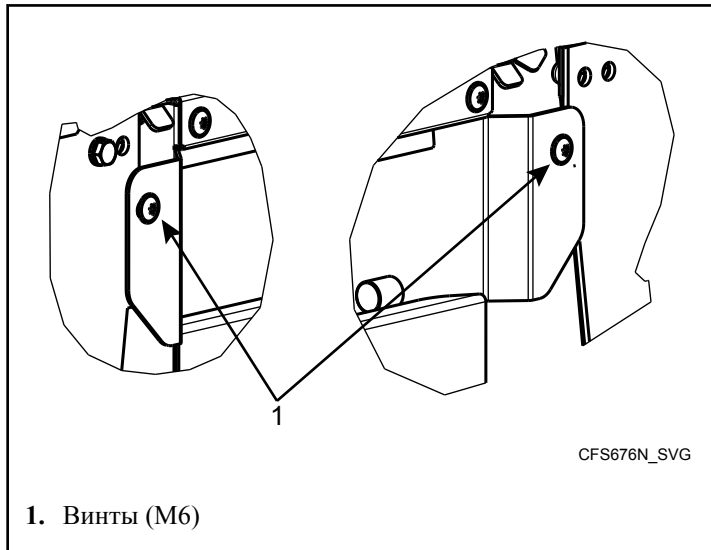

Рис. 60
3. Открутите два винта (М6), фиксирующие корпус фильтра. См. позицию 1 на Рис. 60 .